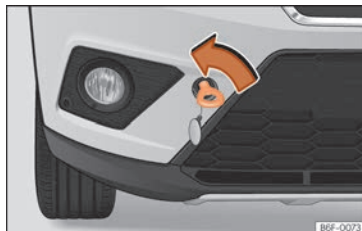

**Fig. 98** Paraurti anteriore destro: occhiello di traino avvitato.
- Avvitare l'anello fino in fondo verso *sinistra*, nel senso indicato dalla freccia » **fig. 98.**